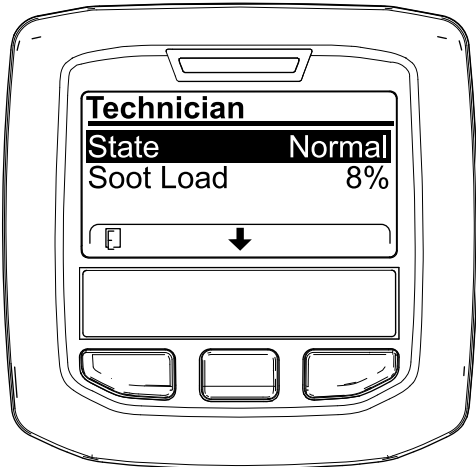

Bild 61
- Lesen Sie in der Tabelle für den Dieselpartikelfilter-Betrieb den aktuellen Zustand des Dieselpartikelfilter-Betriebs nach (Bild 61).